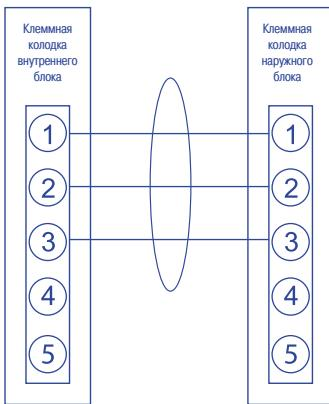
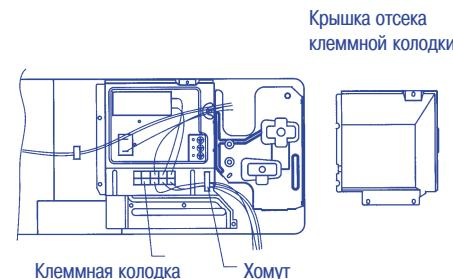

Рис. 13
Рис. 16
- (1) Перед началом работ убедитесь, что напряжение в сети электропитания соответствует номинальному напряжению, указанному на заводской табличке кондиционера.
- (2) Выполните электромонтаж в соответствии с электрической схемой (рис. 13).
- 2) Подсоедините кабель к контактам клеммной колодки в соответствии с рис. 13 и рис. 16.